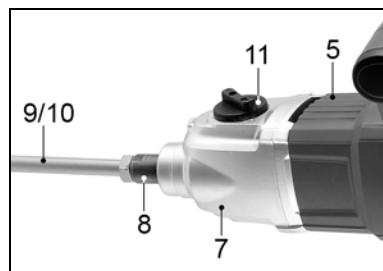

Рис. 4.
7.2. Установка перемешивающей насадки (Рис. 4)